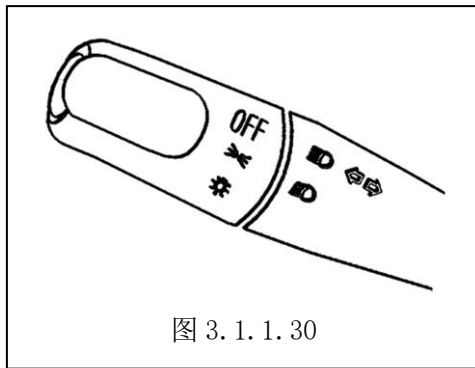

图 3.1.1.30
③ 前后雾灯：当前照灯或位置灯打开时，前后雾灯方能打开。
2) 右操纵手柄（见图 3.1.1.31）
① 此控制杆在转向柱的右侧，有五个档位控制刮水器